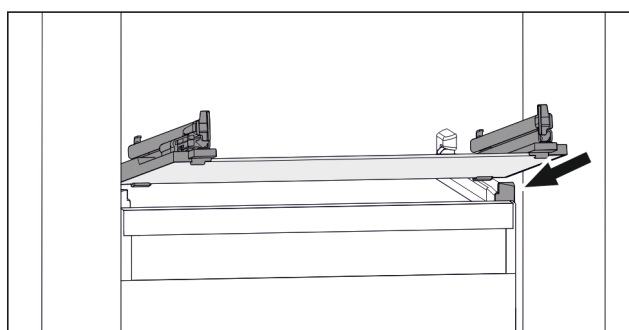

Fig. 113 Exempel på glashylla
- ▶ Sätt på glashylla i vinkel bakom stoppklackarna. (se Fig. 113)